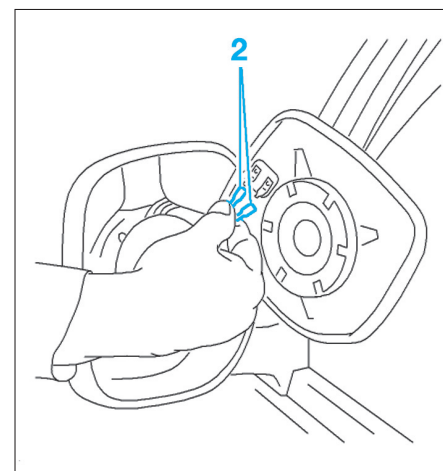

FIG. 43
- Débrancher le connecteur de la glace chauffante selon l'équipement (Fig.43).